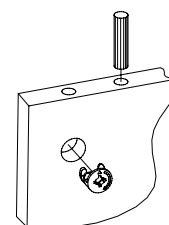

Рис.3
4. Вставьте головки минификсов и шканты в деталь 4 (Рис. 3).